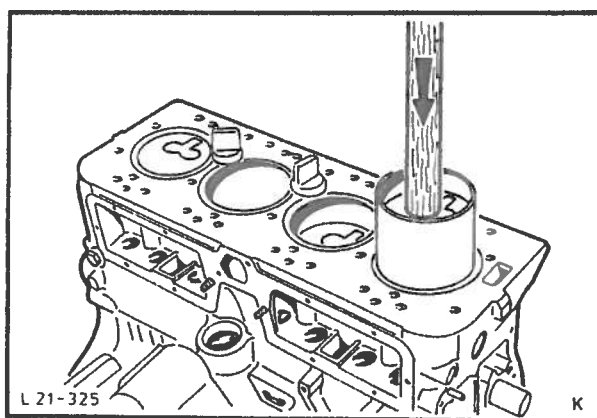

Fig. 64 Montering av stempler med stempelringklemme.
36. Monter stempler og veivstenger i riktig rekkefølge i motorblokken. Press stemplene inn i sylindrerne med et hammerhåndtak og før veivstengene for hånd inn på veivlagertappene, fig. 64.